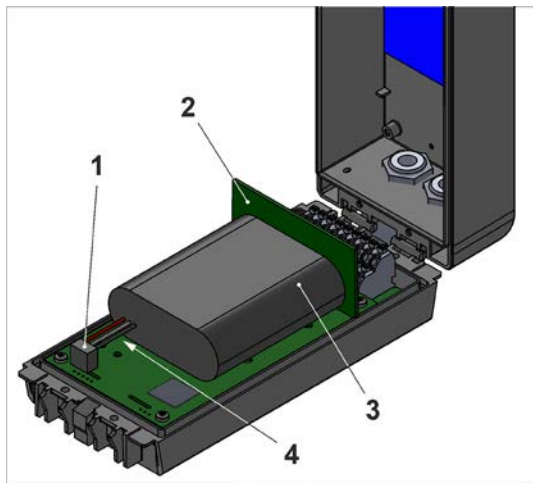

Abb. 48-2 Akkutausch (hier: in Gehäuse S – Sonderform)
2. Akkustecker (Abb. 48-2 Pos. 1) abziehen.